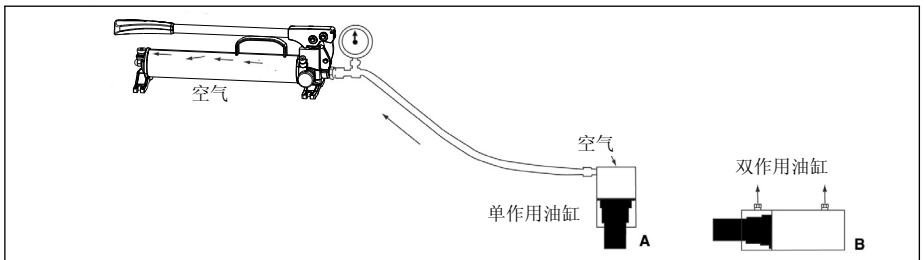

图 11, 排气
3. 把泵放在一个高于油缸的水平位置上。见图 11。
2. 把泵放在一个高于油缸的水平位置上。见图 11。